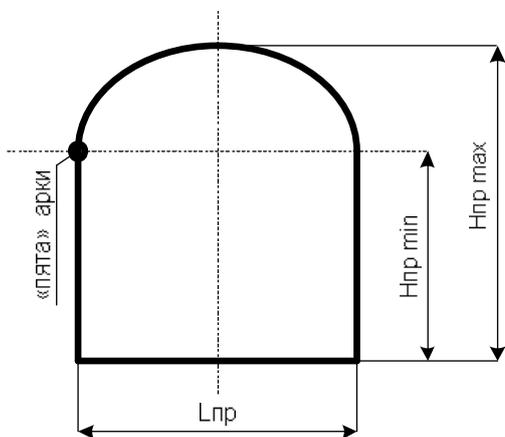

Рис. 17.
3. Арочные проемы (неполная арка, рис. 17).